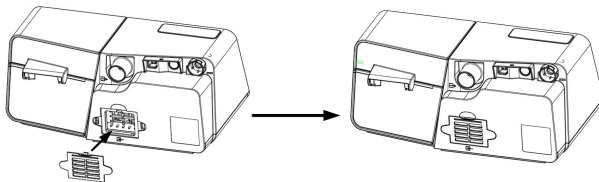

Abb. 19-5
- (2) Bringen Sie die Filterkappe mit dem Luftfilter wie in Abb. 19-5 gezeigt am Gerät an.